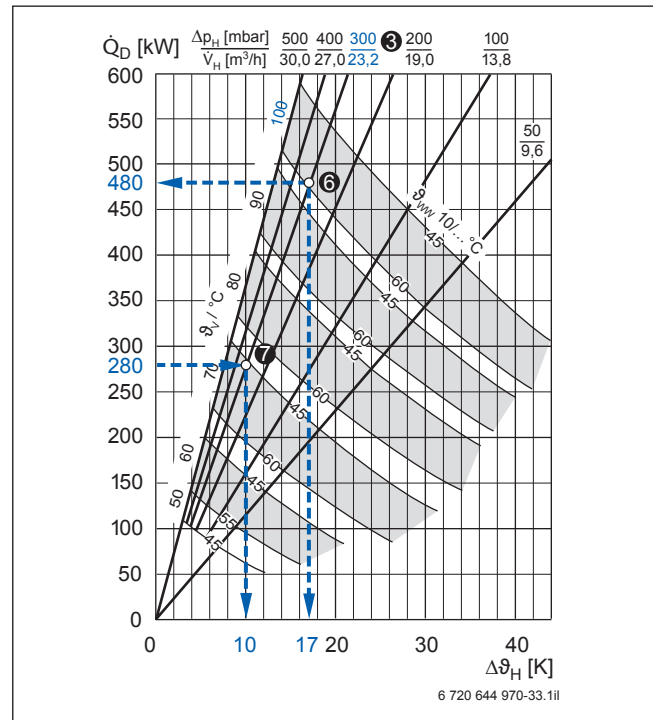

Bild 44 Warmwasser-Dauerleistung Logalux LTN2500 und LTN3000; Beispiel blau hervorgehoben (Abhängige Größen → Bild 39, Seite 55, Vorlage → Bild 86, Seite 115)
Zweckmäßigerweise ist vorab aus den verfügbaren Daten die k-Zahl für einen realen Betriebspunkt mit übertragbarer Leistung zu berechnen. Dazu wird der Speichertyp Logalux LTN ❶ gewählt. Mit dem zugehörigen Dauerleistungsdiagramm lässt sich als Druckverlustlinie die Kurve bei  $\Delta p_H = 300 \text{ mbar}$  als zutreffend annehmen (Beispiel → Bild 44, ❷). Diese ist für die weitere Berechnung beizubehalten. Damit ist eine konstante Strömungsgeschwindigkeit im Wärmetauscher festgelegt.